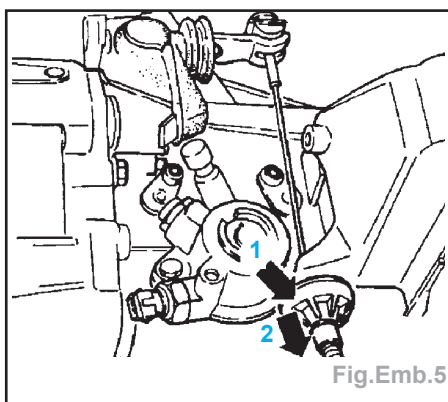

Fig.Emb.5
- Tirer le câble d'embrayage dans le sens de la marche jusqu'en butée (flèche 2) et ce au niveau du logement en plastique (flèche 1) pour le butoir en caoutchouc (Fig.Emb.5).
- Tirer la gaine du câble d'embrayage au niveau du logement en plastique (flèche 1) d'environ 10 mm dans le sens de la marche (flèche 2). Elle doit alors se déplacer librement (Fig.Emb.5).